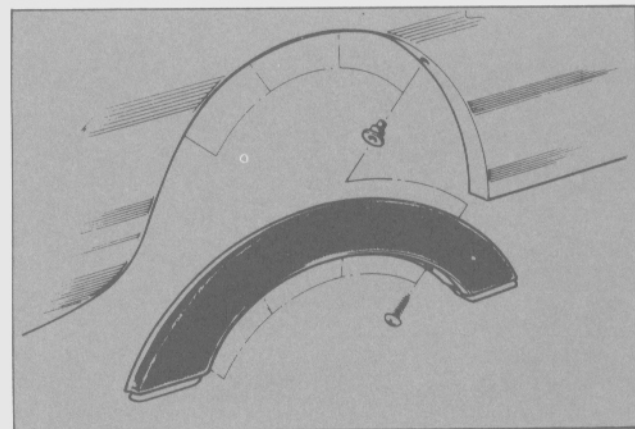

Fig. 58 - Instalación de la moldura superior del guardabarro trasero.
- Extraer los cuatro tornillos de sujeción y retirar la moldura del guardabarro trasero (Fig. 58).